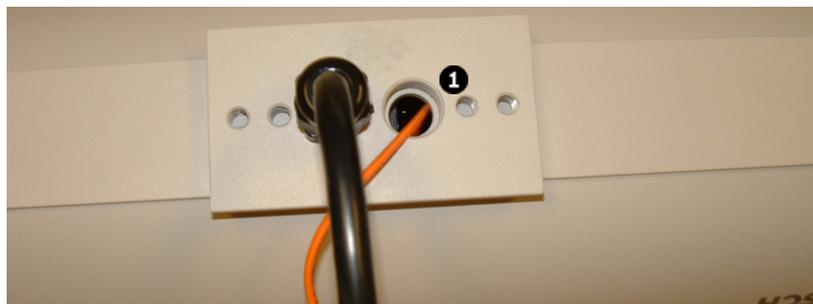

Figura 4.5 Selle el orificio en la base de la carcasa
9. Selle el orificio en los pies del soporte para montaje de la carcasa de la cámara con RTV o un sellado equivalente. Consulte la *Figura 4.5*. Si ha utilizado un racor en los pies del soporte para montaje, aplique el sellado alrededor del cable de red antes de apretar el racor para evitar que se deslice. Para ello puede utilizarse un manguito de goma de división (no incluido).